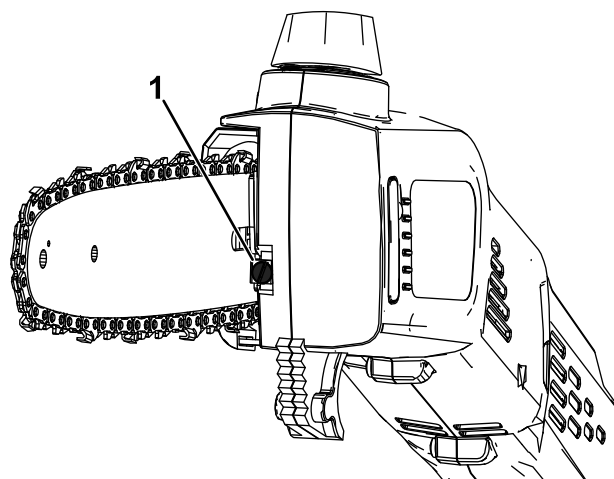

Rysunek 17
4. Przekręć pokrętło osłony prowadnicy w lewo, aby poluzować osłonę prowadnicy, ale nie zdejmuj jej (Rysunek 17).
5. Ustaw napięcie łańcucha za pomocą śruby naprężania łańcucha (Rysunek 18), a następnie zamocuj osłonę boczną do podkrzesywarki, obracając pokrętło osłony prowadnicy w prawo przed sprawdzeniem napięcia (Rysunek 17).